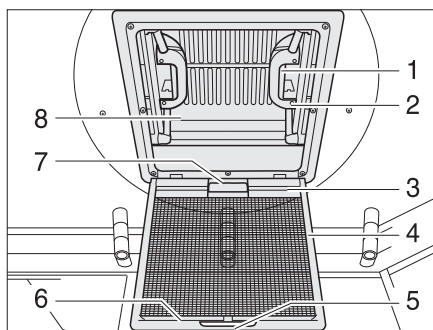

Bild 43 Taklucka med snäpplås
- Drag i handtaget (Bild 43,5).
- Fäll ned insektsskyddet (Bild 43,4).
- Tryck snäpplåset (Bild 43,1) mot takluckans insida (Bild 43,8). Tryck samtidigt takluckan uppåt med handtaget (Bild 43,2).
- Fäll upp insektsskyddet (Bild 43,4) så att det hakar i.
- Drag kraftigt ner takluckan (Bild 43,8) med hjälp av båda handtagen (Bild 43,2) så långt, att snäpplåsen (Bild 43,1) går i lås.
- Drag mörklägningsrullgardinen (Bild 43,1) i handtaget (Bild 43,7) och haka i kroken (Bild 43,3) i listen på insektsskyddet.
- Lossa handtaget (Bild 43,3) från fästlisten (Bild 43,6) och för långsamt tillbaka mörklägningsrullgardinen.